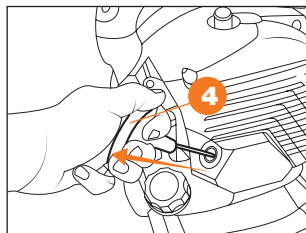

Рис. 17
- Станьте в удобное положение, держите устройство левой рукой за ручку для транспортировки и правой рукой выберите слабину шнура стартера до плотного зацепления барабана с маховиком. Не вытягивайте шнур более чем на 2/3 длины, потяните за ручку стартера **4** несколько раз, пока двигатель не заведется (Рис. 17).